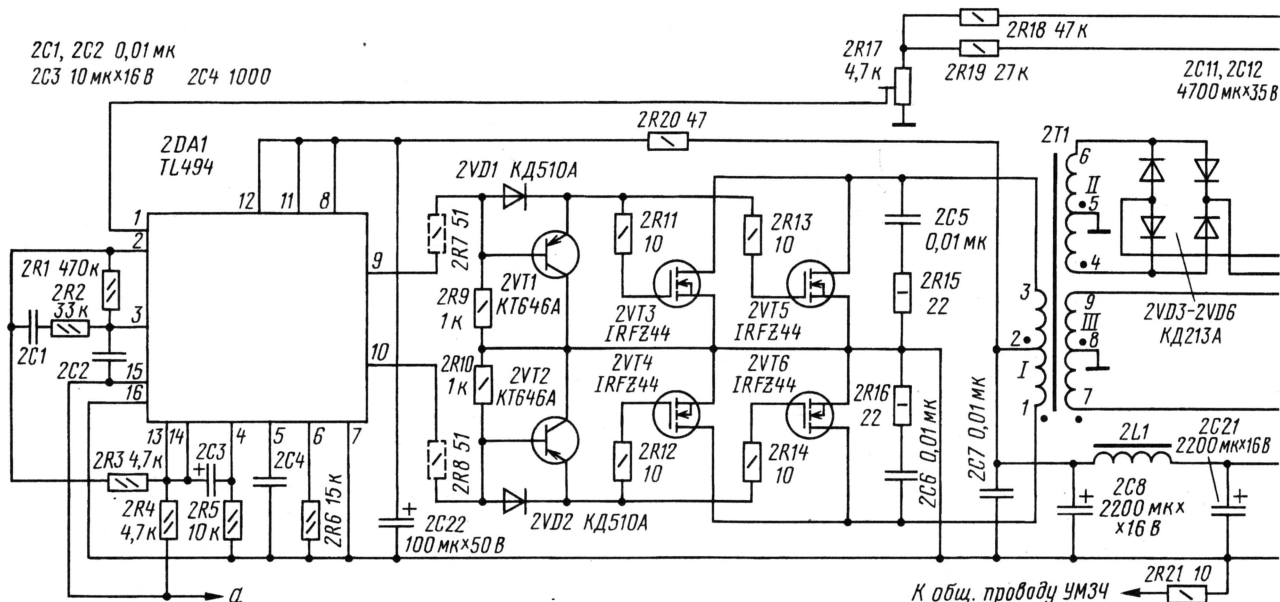

Рис. 2
**Преобразователь.** Самой ответственной частью конструкции этого усилителя является преобразователь напряжения; его схема приведена на рис. 2. Он выполнен по схеме двухтактного каскада с трансформатором. В качестве силовых элементов применены переключаемые МОП транзисторы. Схема управления со стабилизацией выходного